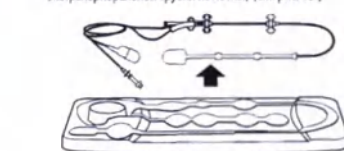

Рис. 13
15. Осторожно извлеките экстракорпоральную трубку, Y-образное крепление и баллонный катетер с T-образной ручкой из лотка. (Не отсоединяйте одноклоновый клапан при извлечении экстракорпоральной трубки из лотка.) (См. рис. 13.)